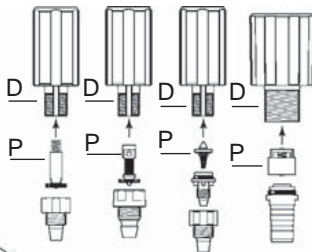

Fig. 18
- Rincer abondamment à l'eau claire les différentes parties et les remonter (Fig. 18).
- Remettre le clapet suivant les 3 modèles (Fig. 18-P) dans le corps doseur (Fig. 18-D), le pousser en butée.